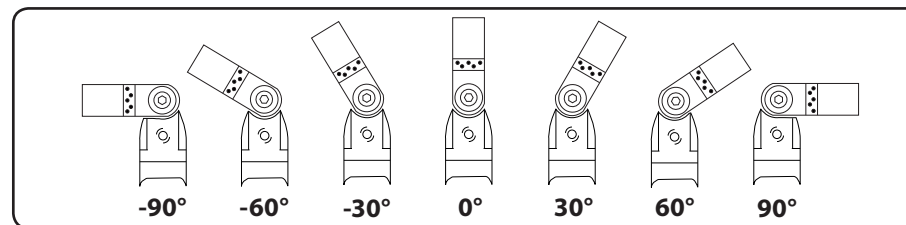
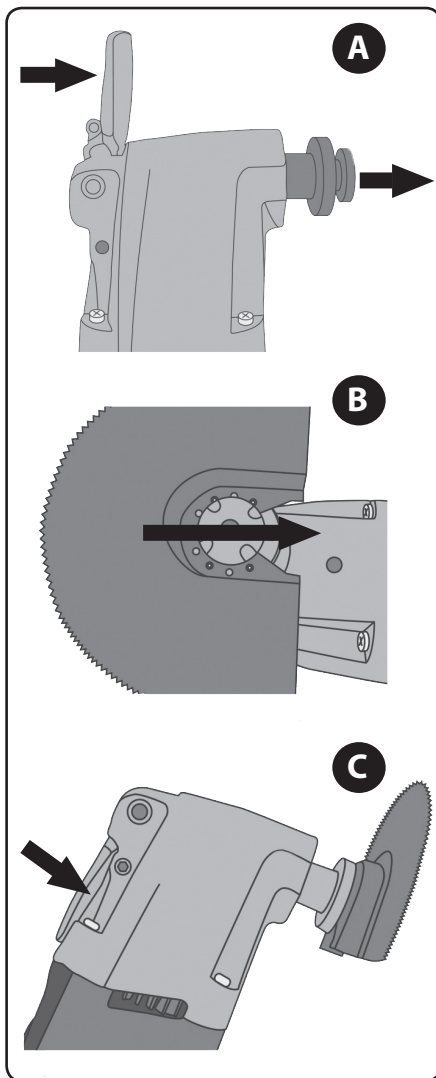

Abb.7
Abb.11
- Bei diesem Modell setzen Sie das Einsatzwerkzeug auf den Gerätespannkopf so auf, dass die Dorne am Spannkopf in die Bohrungen im Spannteil des Werkzeugs einrasten, die ringförmig angeordnet sind, wobei das Werkzeug auf den Spannkopf im Winkelbereich von -90° - 0° - $+90^\circ$ je nach Bedarf zur Erleichterung des Zugangs zu einer schwer erreichbaren Stelle aufgesetzt werden kann, siehe Abb.7.
➔ Schieben Sie das Werkzeug mit seiner Nut in das Spannsystem des Gerätes, drehen Sie es in den gewünschten Winkel (siehe Abb.7) und platzieren Sie es so, dass die Dornen in die Öffnungen im Spannbereich des Einsatzwerkzeugs einrasten, siehe Schritte A bis C auf dem Bild 11.